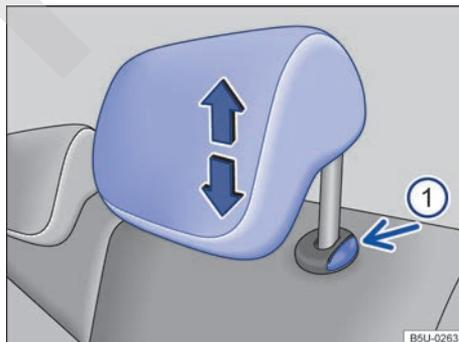

Fig. 43 Desmontar el apoyacabezas trasero.
- Presionar la tecla → fig. 43 en el sentido de la flecha. Retirar el apoyacabezas con la tecla presionada.
- Empujar hacia abajo el apoyacabezas con la tecla → fig. 43 presionada.